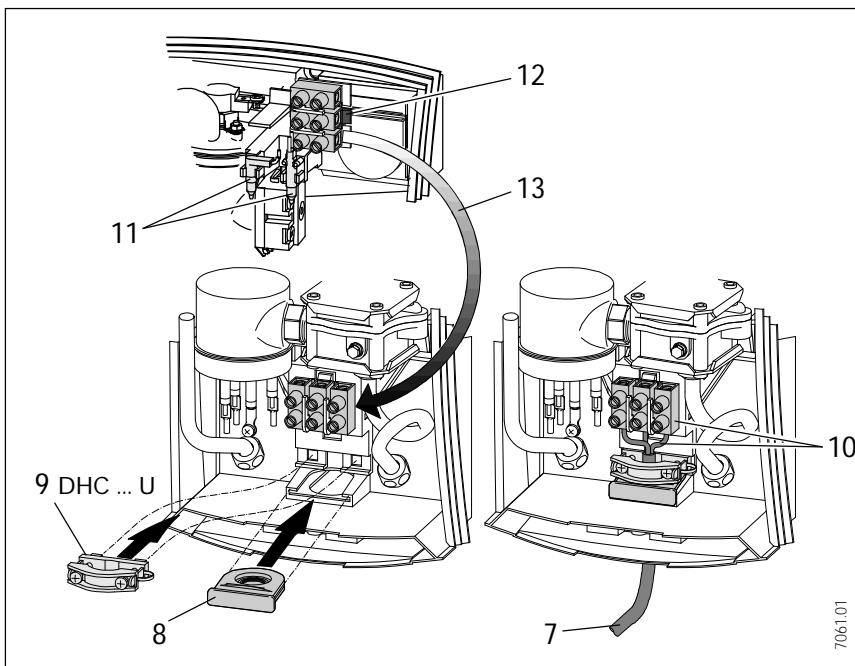
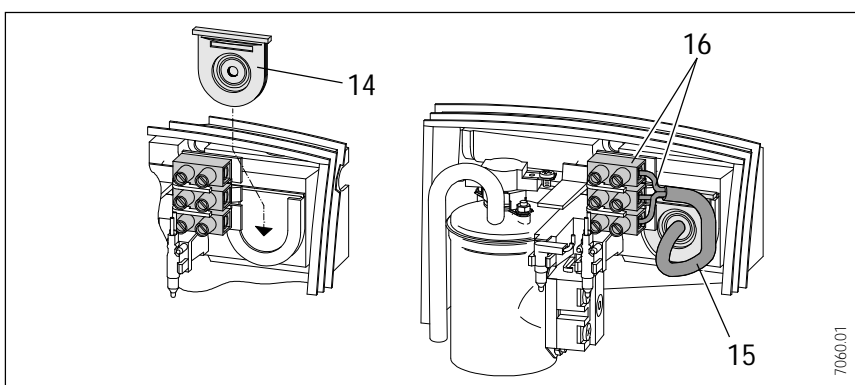

Abb. 16
Abb. 17
3. Elektrische Anschlußleitung gemäß Abb. 16 ablängen und abisolieren (bei DHC 3 U nicht erforderlich).
**⚠** Zum Schutz gegen eindringendes Wasser muß die Kabelabdichtung (Abb. 16, Pos. 8 bzw. Abb. 17, Pos. 14) verwendet werden. Dichtungsscheibe entsprechend dem Elektroanschlußkabel ausschneiden.
**DHC 3 U** (Abb. 16):
**DHC 6 U** (Abb. 16):
• **Anschluß im oberen Gerätebereich / Aufputz oder Unterputz** (Abb. 17).